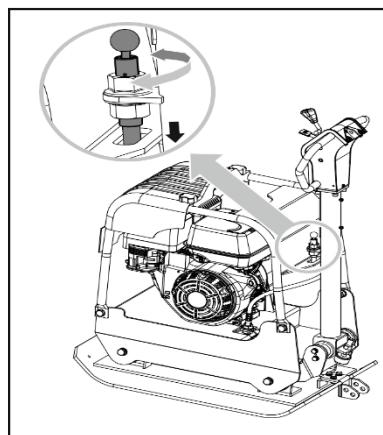

Рис. 13
4. Дайте двигателю остывать, затем снимите провод свечи зажигания, открутите её и залейте 60 мл SAE-30 высококачественного машинного масла (Рис. 13).